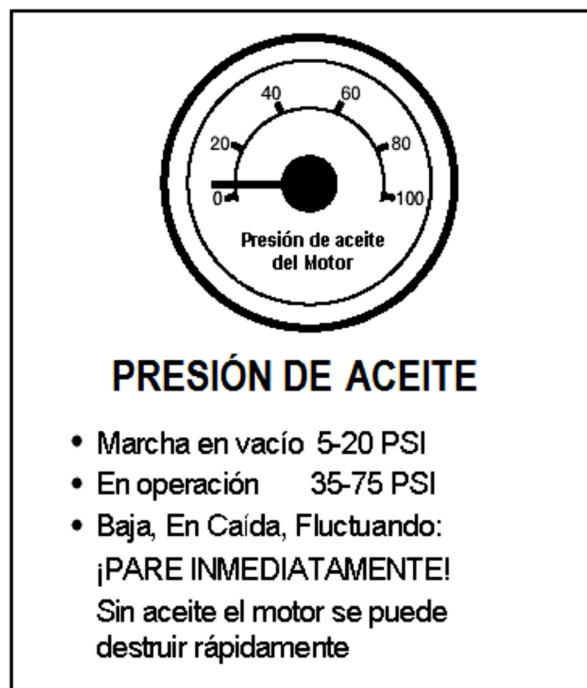

Figura 3.5
- ~ Presión del aceite. Debe alcanzar un nivel normal en segundos después de haber arrancado el motor. Vea la Figura 3.5.